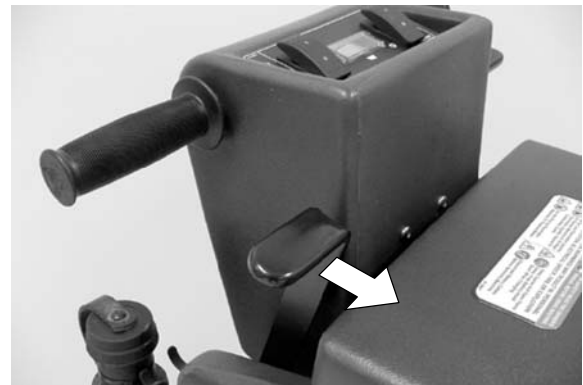

FIG. 13
5. Poussez le levier de distribution de solution vers l'avant, jusqu'au débit souhaité. Une fois le levier activé, la solution se met à couler automatiquement (Figure 13).